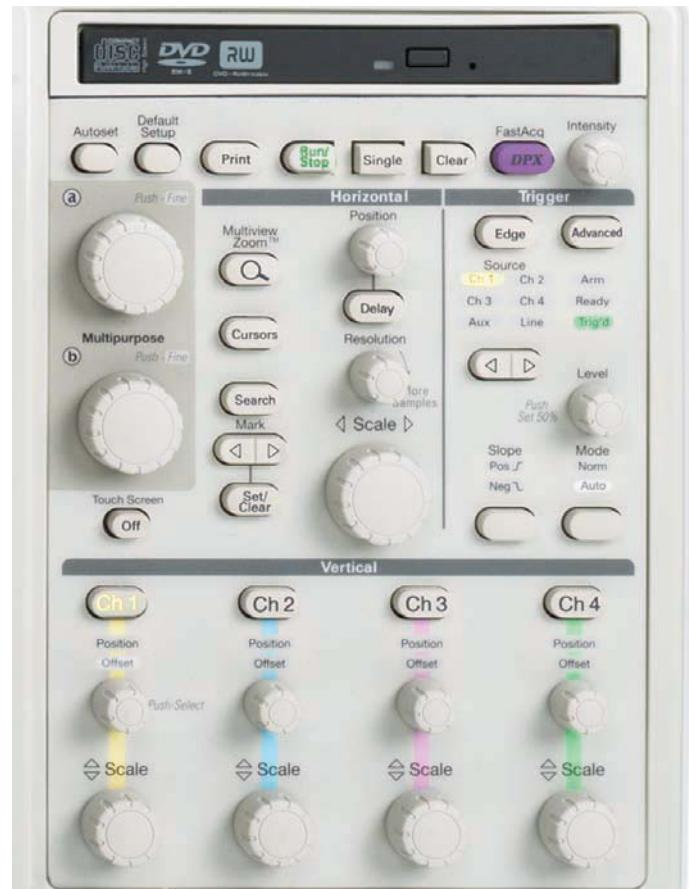

图20. 示波器的前面板控制功能区域。
**示波器的前面板分成三个主要区域，分别标为垂直、水平和触发。**您的示波器可能会有其它区域，具体视示波器型号和类型而定。在阅读本节时，看看您能否确定图20中的这些前面板区域，在示波器上能否找到这些区域。